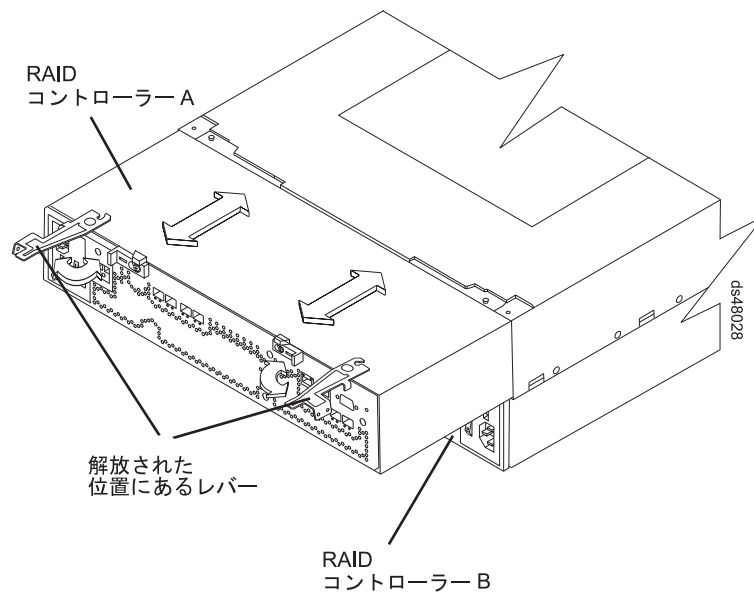

図 23. コントローラーの再取り付け
3. コントローラーを DS4800 の背面に再度取り付けます。53 ページの図 23 は、コントローラーの位置とコントローラー・レバーを示しています。必ず、コントローラー A を上段スロットに、コントローラー B を下段スロットに戻します。